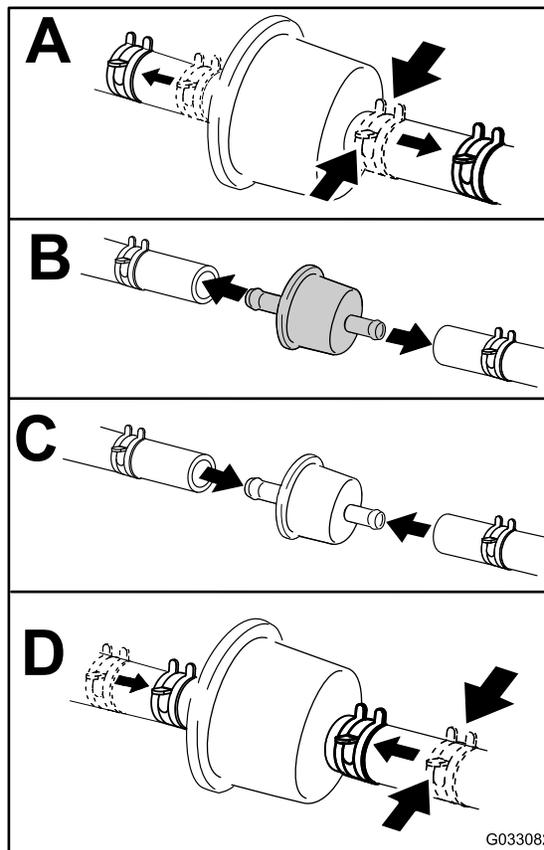

Рисунок 54
3. Замените фильтр (Рисунок 54).